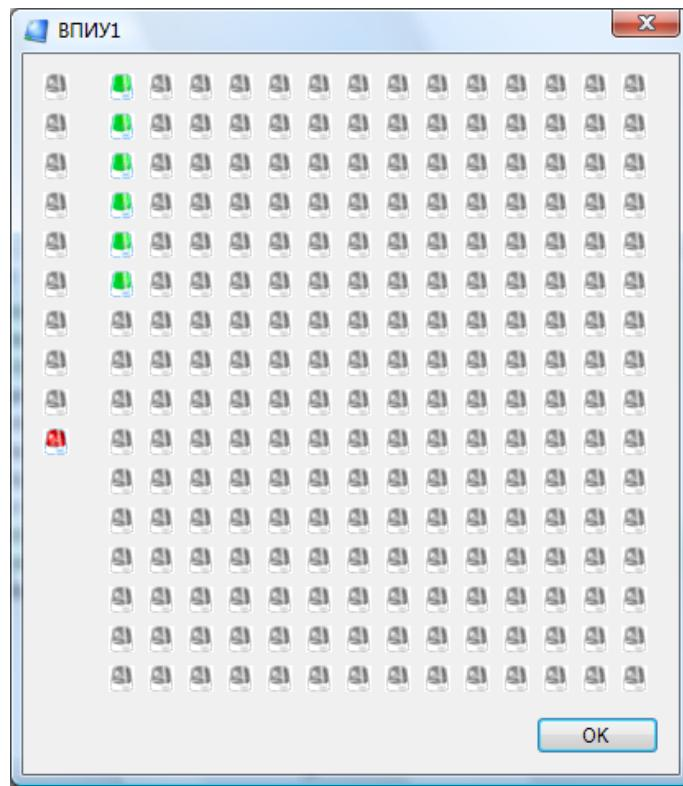

Рис. 58
- **Индикация** – отобразить индикацию светодиодов прибора ВПИУ. Отображается экранная форма с индикацией светодиодов. Следует отметить, что на форме отображается не текущая индикация ВПИУ, а индикация, которая ему передается модулем управления (рис. 58).